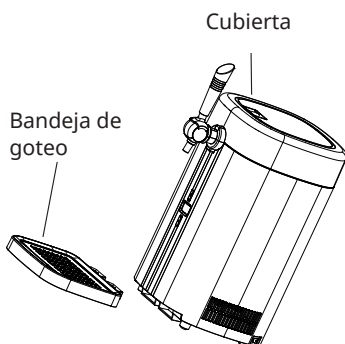

Figura 3
3. Levante la máquina principal hacia atrás en un ángulo de 10-15°, alinee la bandeja de goteo con la ranura de la parte inferior de la máquina principal, inserte y monte la bandeja de goteo y, a continuación, coloque el producto plano sobre la mesa (como se muestra en la figura 3).